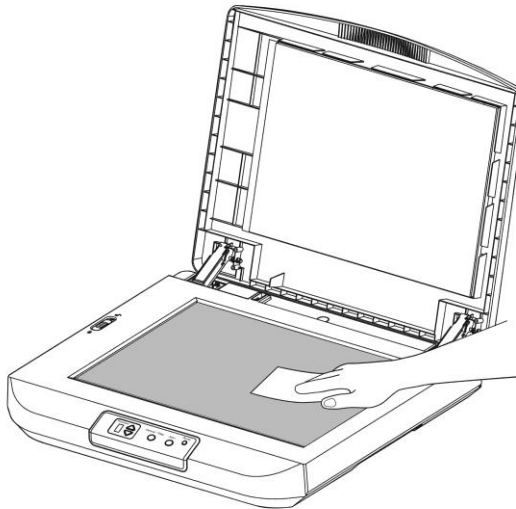

Рисунок 7-1 Поверхность чистки
- 2) Откройте крышку оригинала, как показано на рис. 7-1. Протрите стекло, ведя тампон от одной стороны к другой.